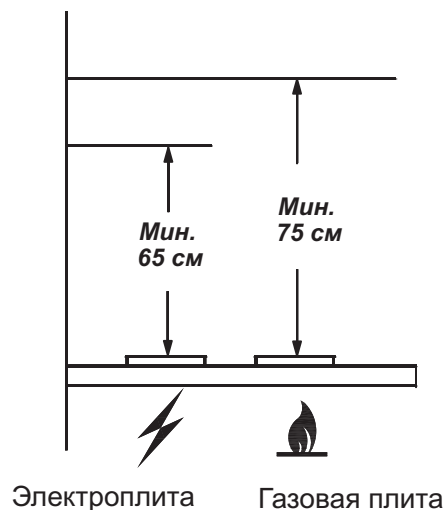

РИС. 1
1.2 Зонт устанавливайте над плитой, как показано на рис. 1.
4.7 Устанавливайте зонт над плитой в соответствии с рис. 1.
- разметьте линию установки нижней части зонта над плитой рис. 1 ;